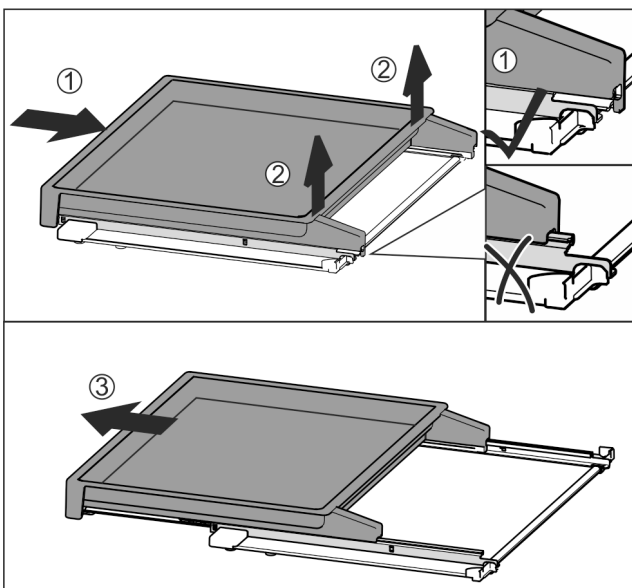

Fig. 114
- ▶ Uitschuifplateau volledig erin schuiven Fig. 114 (1).
- ▶ Vergrendeling aan de achterkant losmaken Fig. 114 (2).
- ▶ Uitschuifplateau vanaf de voorkant eruit halen Fig. 114 (3).